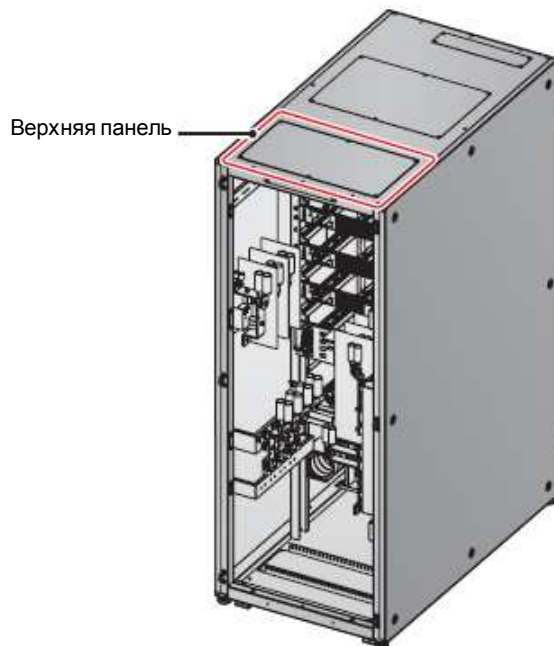

Рисунок 5-14: Расположение верхней панели
- 3 Для верхнего подключения снять верхнюю панель (крепится 6 винтами), см. **Рисунок 5-14**.